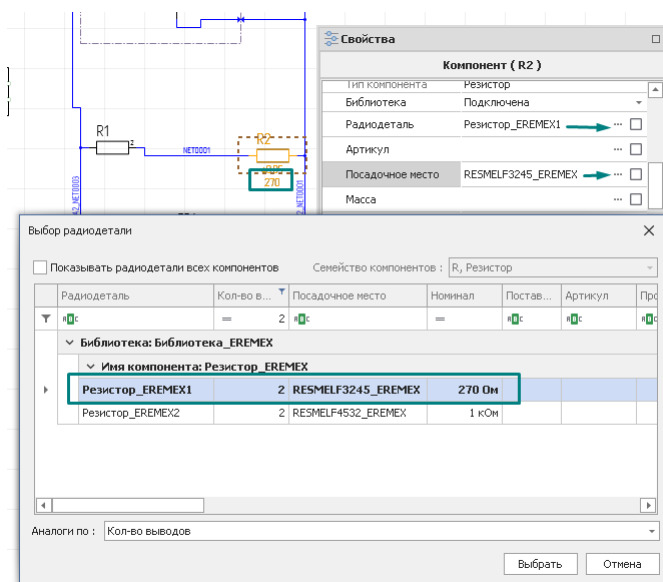

Рис. 87 Окно «Выбор радиодетали»
1. При выделенной на электрической схеме радиодетали нажать на иконку ******* в панели «Свойства» → «Радиодеталь» в строке любого параметра радиодетали, см. Рис. 87.